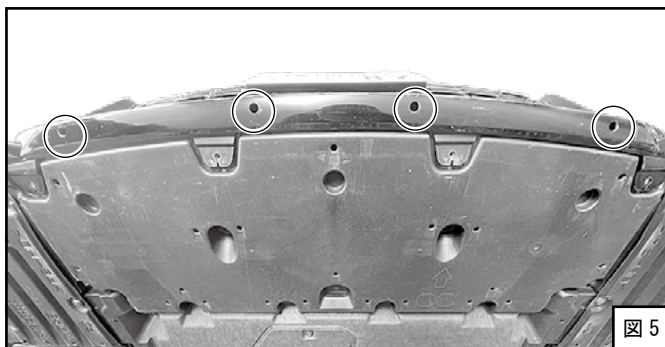

図5
- (6) フロントスポイラーを一度取外し、(4)でマーキングした位置にてフロントバンパーに取付け穴を開けてください。(φ10 × 4箇所)(図5)